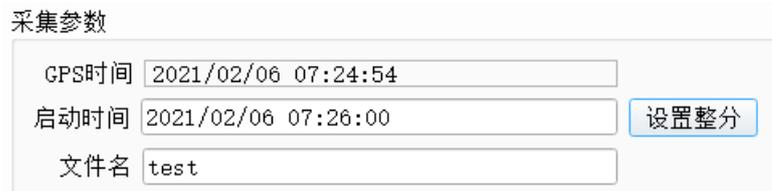

图 5-6. 采集文件名及开始采集时间设置
5. 设置本次采集的文件名和开始采集时间，如图 5-6 所示，并单击“启动采集”按钮，使接收机处于待采集状态，同时利用 TransCtrl 软件将同样的频率表和启动时间设置到发送系统中，使发送系统处于待发状态。在设定的时间直到所有频点采集完成。